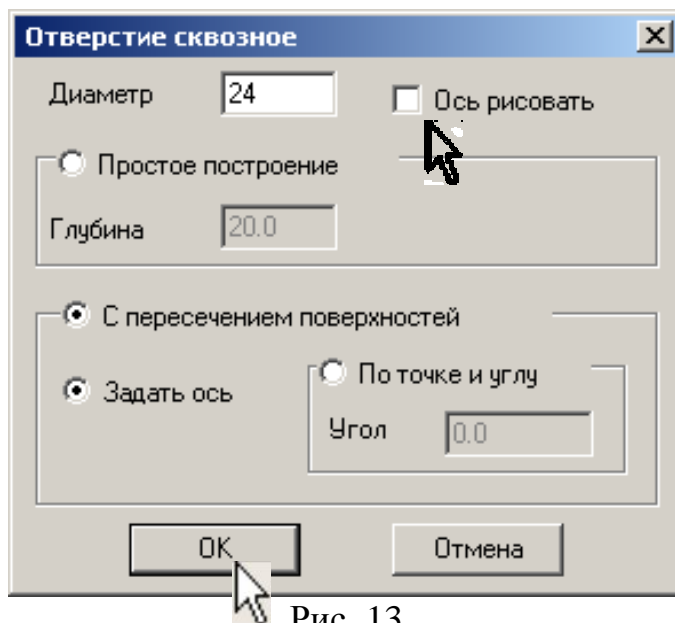

Рис. 13
8. Для выполнения в разрезе отверстия Ø24 на виде слева необходимо разрушить макроэлементы. Командой **Выделить по типу**  на панели **Выделение**  выделите макроэлементы и выберите команду **Разрушить** в меню **Редактор**. Подключите **Прикладную библиотеку**. Выберите **Сквозное отверстие** в разделе **Гладкие отверстия**. Установите параметры отверстия согласно рис. 13. Выполните двойной щелчок на команде **Построить отверстие**. Укажите последовательно курсором